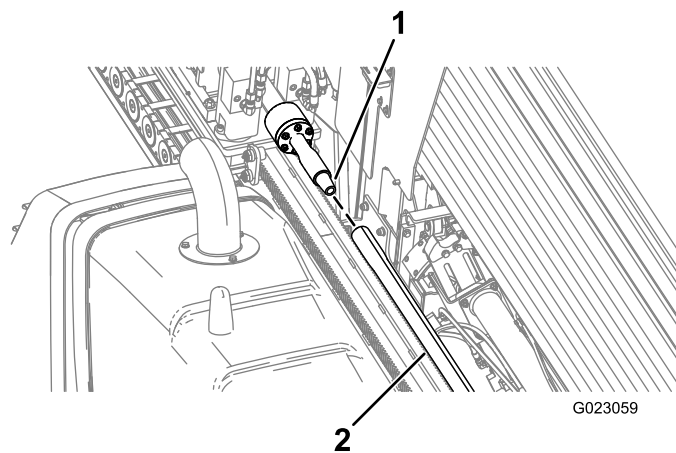

Figure 48
9. Faites tourner l'arbre de forage dans le sens horaire et déplacez le chariot lentement en avant pour insérer l'arbre dans le côté femelle de la tige (Figure 48).